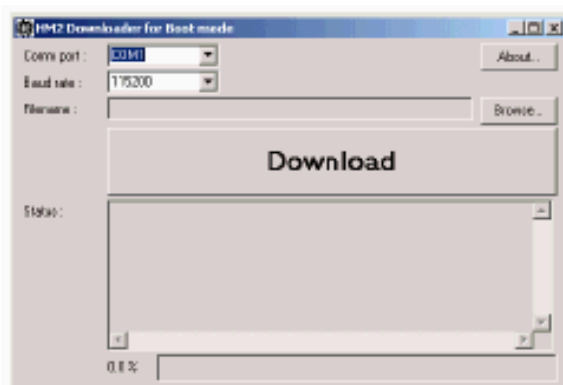

Рис. J-1. Обновление встроенной программы при использовании BootDownloader.exe
7. На портативном компьютере запустите программу **BootDownloader.exe**, которая обычно хранится в установочной папке программы HYDRAN® M2 HOST (путь в типовом случае C:\Program Files\Hydran M2 Host). Теперь воспроизводится экран **HM2 Downloader for Boot Mode**, показываемый на рис. J-1 на странице J-3. Продолжайте следующим образом: